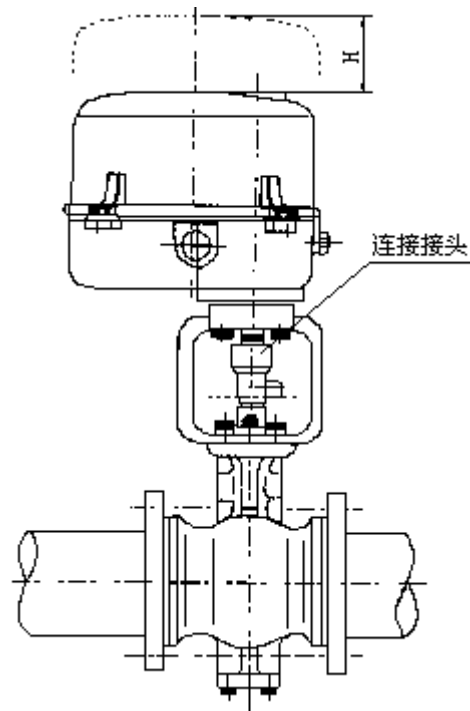

图 6
5.1 由于执行器的配线、调整及检查维护等工作需要拆卸护罩，因此在安装时，执行器顶部应留有一定的空间（见图 6），应留空间尺寸 H 见表 3。